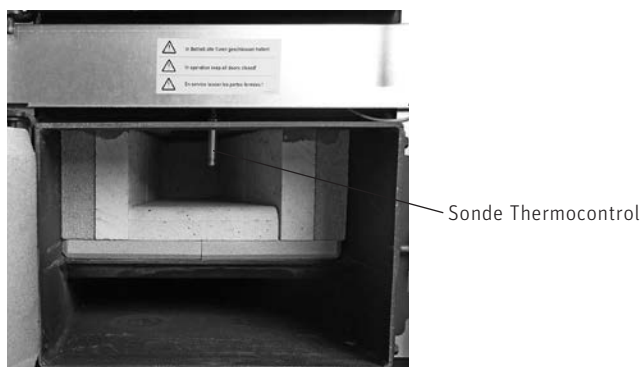

Fig. 36 Nettoyage de la sonde Thermocontrol
- Éliminer toute trace de suie présente sur la sonde Thermocontrol à l'aide d'un pinceau ou d'un chiffon doux – Fig. 36.